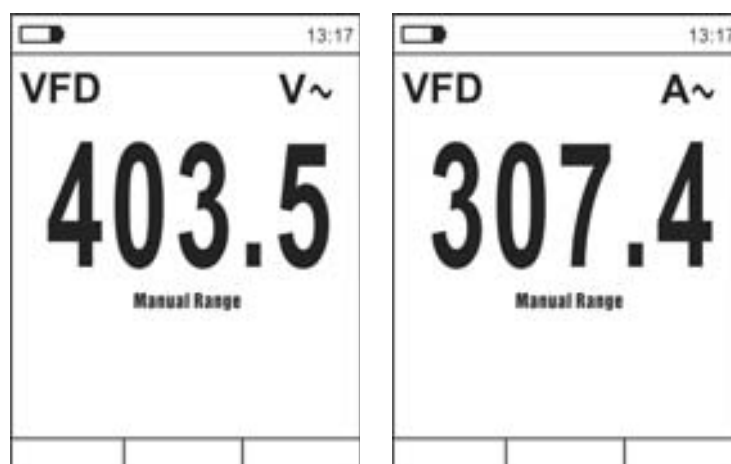

Fig. 11: Descrizione misura di Tensione o Corrente AC in modo VFD
3. Premere a lungo il tasto **MODE/VFD** selezionando le modalità “VFD” (vedere Fig. 11)